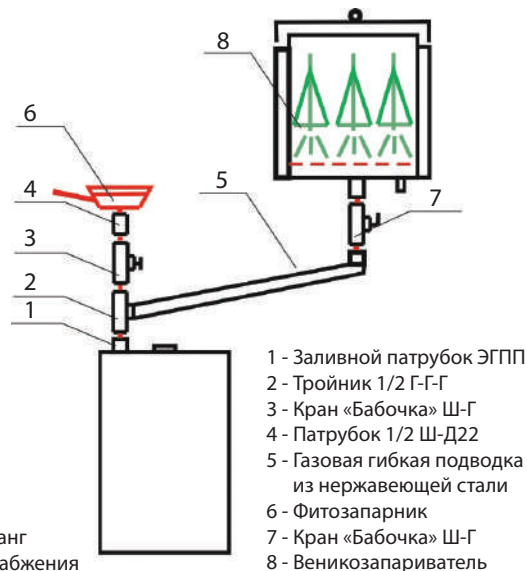

Рис. 4 Схема отбора насыщенного пара от ЭГПП
2.2.5 В качестве опции к Устройству возможно подключение Фитозапарника и (или) Веникозапарника в соответствии со схемой подключения рис. 4. Кштуцеру отбора пара (поз. 1, рис. 4) через кран (поз. 3, рис. 4) подключается Фитозапарник (поз. 6, рис. 4), или, посредством гофрированной трубы из нержавеющей стали (поз. 5, рис. 4), Веникозапарник (поз. 8, рис. 4). При одновременном использовании Фитозапарника и Веникозапарника используется тройник (поз. 2, рис. 4).
2.3.2.4 Дальнейшее управление Устройством осуществляется в автоматическом режиме в соответствии с Руководством по эксплуатации пульта управления. При необходимости отбора насыщенного пара для подключения Фитозапарника и Веникозапарника или просто дополнительного увлажнения воздуха, рекомендуется подключение этих устройств выполнить в соответствии со схемой (см. рис. 4)